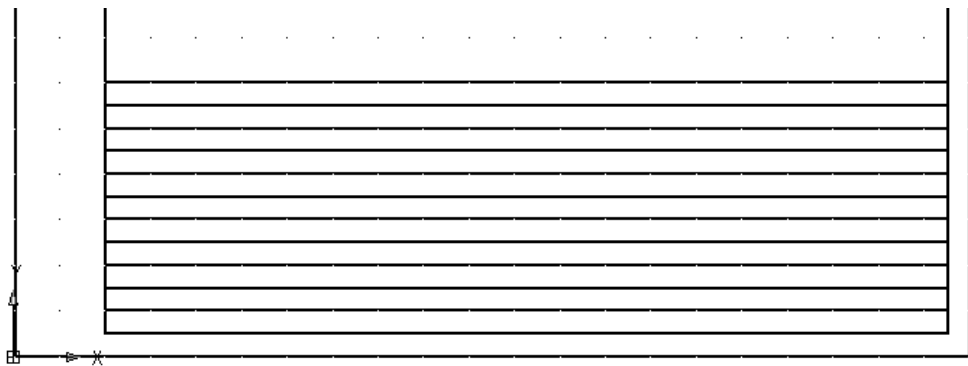

Рис. 5.9. Результат размножения отрезка массивом
- На чертеже будет построено десять дополнительных горизонтальных отрезков (рис. 5.9).